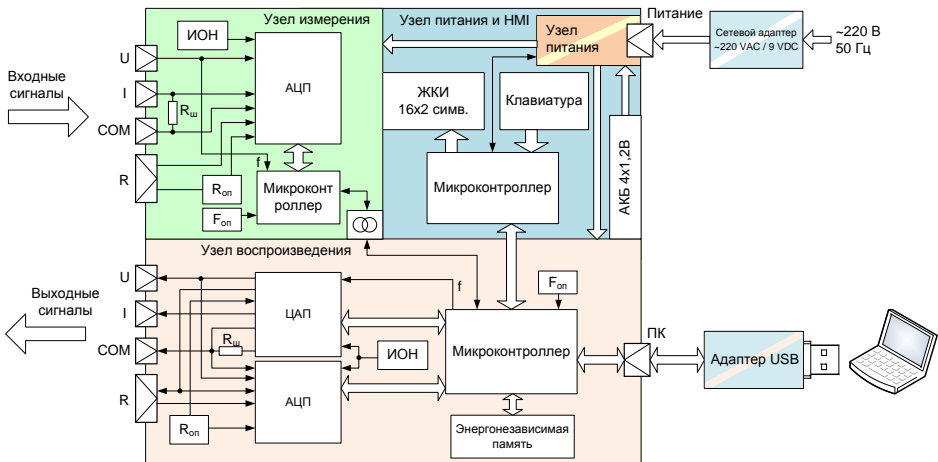

Рисунок 1.1 – Структурная схема калибратора
1.4.2 Калибратор содержит в своем составе следующие основные узлы (рисунок 1.1):